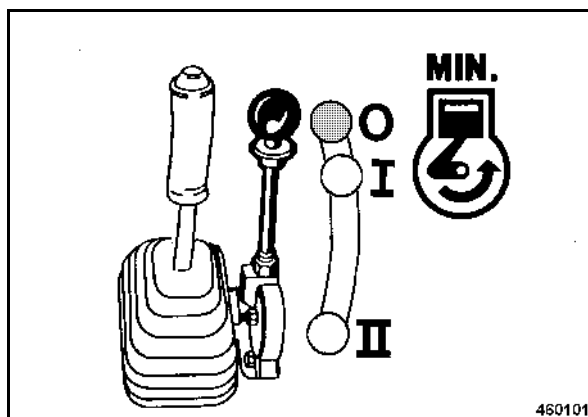

fig. 43
- Positionner le levier de réglage du régime (fig. 43) sur "0".